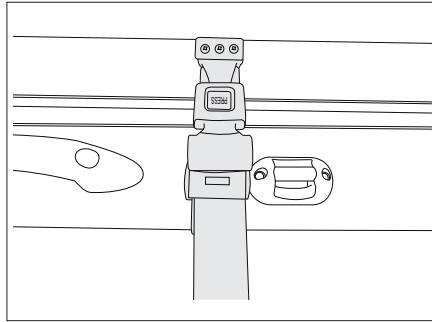

Bild 138 Sicherheitsgurt
- Den Sicherheitsgurt (Bild 138) lösen.
- Den Sicherheitsgurt (Bild 138) anbringen.